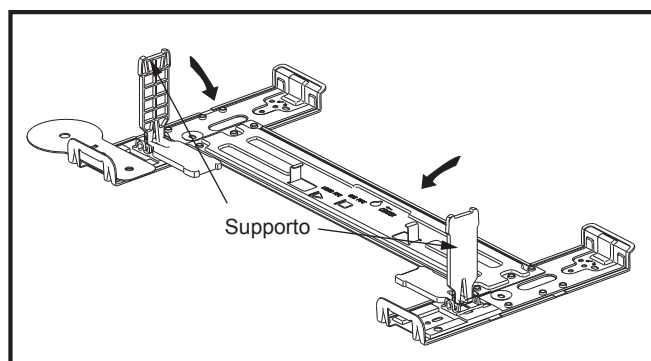
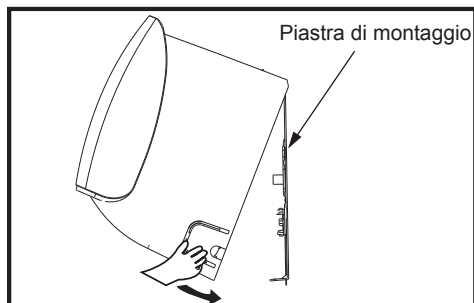

Fig. 18
Fig. 19
- 7) Chiudere i due supporti nella piastra di montaggio alla parete come mostrato nella Fig. 18. Quindi muovere l'unità gradualmente per raggiungere la miglior installazione, quindi premere l'unità in 2 fessure inferiori (Fig. 19).